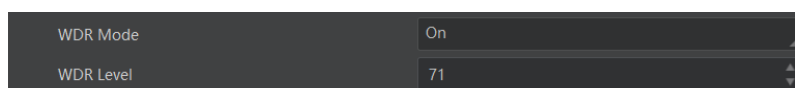

图12-15 WDR Level 设置
- 当 *WDR Mode* 参数选择 *on* 时，宽动态模式打开，通过 *WDR Level* 参数对 WDR 的效果进行设置，如图12-15所示。